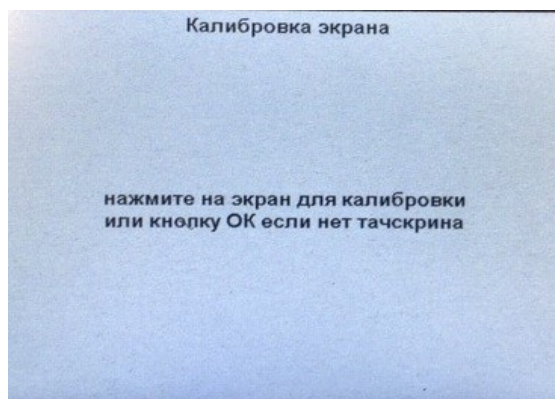

Рис.8.4. Сообщение «Калибровка экрана»
3. Нажать кнопку «Ввод», а затем выключить, и снова включить питание прибора. На дисплее должно появиться сообщение: «Калибровка экрана» (см. рис.8.4)